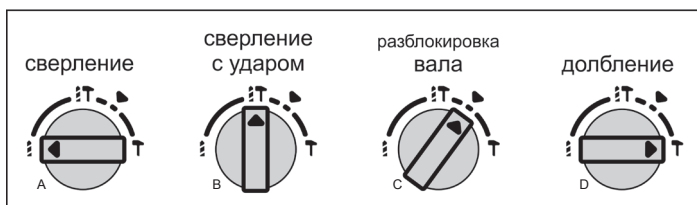

Рис. 3
Перед установкой патрона переведите переключатель (10) в положение блокировки вала ▼ (см. Рис.3).